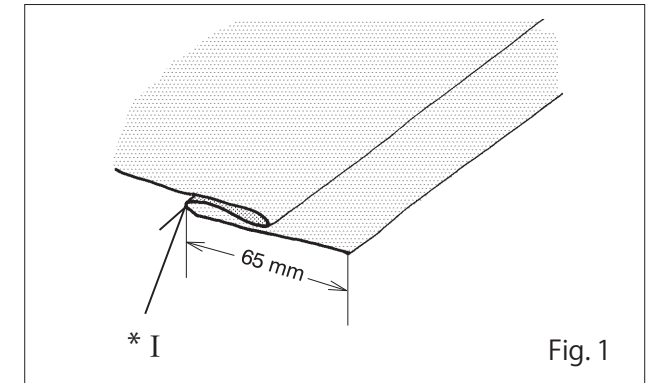

Fig. 1
1. Turn up the hem to the required depth and press. Fold the hem back against the §right§ side of the garment, creating a §soft§ fold on the §wrong§ side of the fabric – see Fig. 1.
1. Replier le tissu sur l'envers à la profondeur désirée pour l'ourlet et repasser le pli. Rabattre l'ourlet vers l'endroit du tissu en ne laissant dépasser qu'un faible bord du côté envers (Fig. 1).
Con el reverso del material hacia arriba hacer cuidadosamente el primer pliegue trayendo el resto del material de la izquierda para hacer un segundo pliegue o doblado en la parte superior cerca del borde del material (Ver Fig. 1).